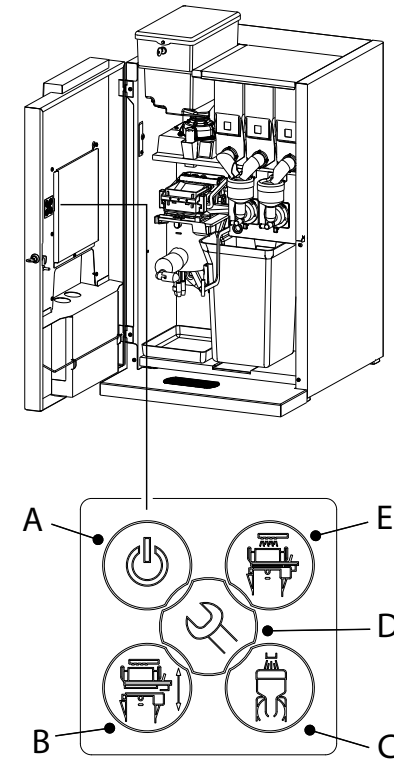

Fig. 23
- Das Bedienungsfeld an der Türinnenseite (Abb. 23) ist u.a. für den Operator bestimmt, um in das Operatormenü und Service menü zu gelangen (nur mit PIN-Code).